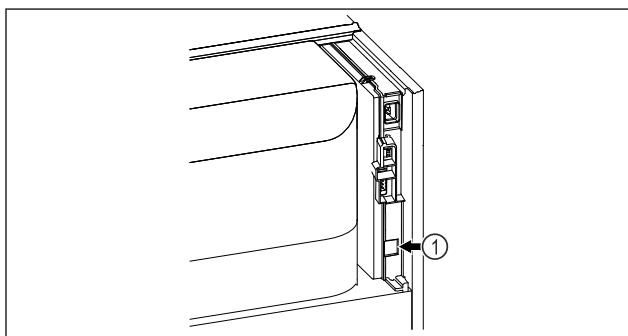

Fig. 139
- SmartModule Fig. 139 (1) встановлено.